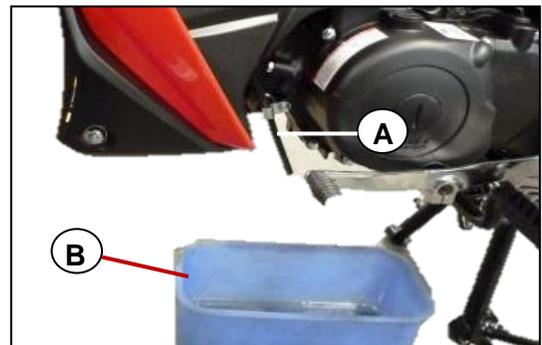

Fig. 8.1
- Posicione un recipiente y limpio **[B]** a la salida de la manguera del desfogue del carburador **[A]** para drenar el combustible. **Fig. 8.1**